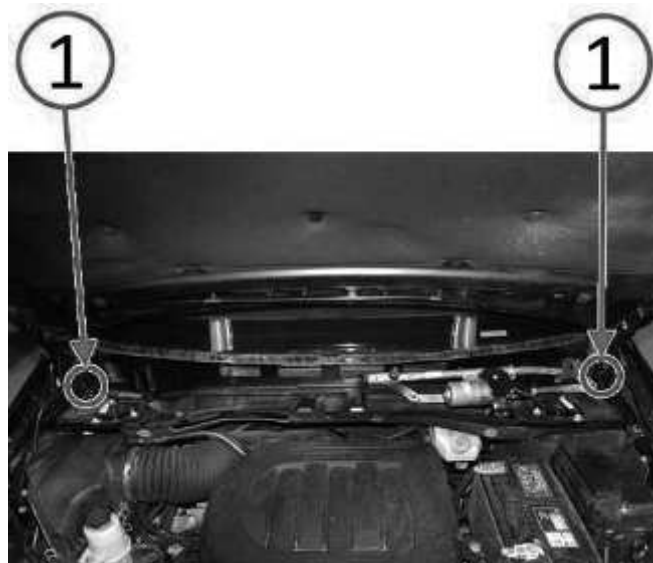

Fig. 1 Bereich unter der Abdeckung des Windlaufblechs
2. Die Abdeckung des Windlaufblechs entfernen, um Zugang zu den äußeren hinteren Ecken (1) des unteren Liftsammlers zu erhalten (Fig. 1). Eine detaillierte Beschreibung finden Sie in DealerCONNECT> TechCONNECT> Service> 23 - Body> Exterior> COVER, Cowl Panel> Removal.